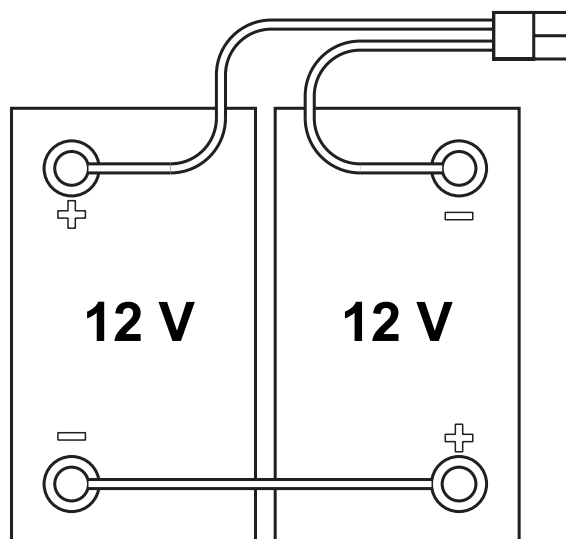

Figura 1
1. Dacă este prevăzută, scoateți cheia de contact (41).
2. Debransați conectorul bateriei (8).
3. Ridicați capacul (34) și verificați dacă rezervorul de recuperare (33) este gol, în caz contrar goliti-l cu ajutorul furtunului de scurgere (12).
4. Închideți capacul (34).
5. Apucați de mânerul (16) și ridicați cu atenție rezervorul (33).
7. Poziționați și instalați cablurile bateriei conform indicației din figura 1, apoi strângeți piulița pe fiecare bornă de baterie.
8. Amplasați capacul de protecție pe fiecare bornă, apoi conectați conectorul bateriei (8).
9. Apucați de mânerul (16) și coborâți cu atenție rezervorul (33).